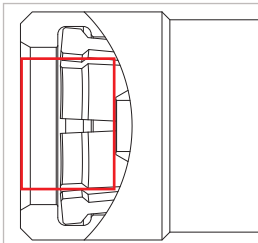

Figure 9
- ▶ Avant de mesurer le taux de fuite, il est impératif de rincer les parties suivantes du produit WEH® à l'air comprimé ou à l'azote (Figure 9) :